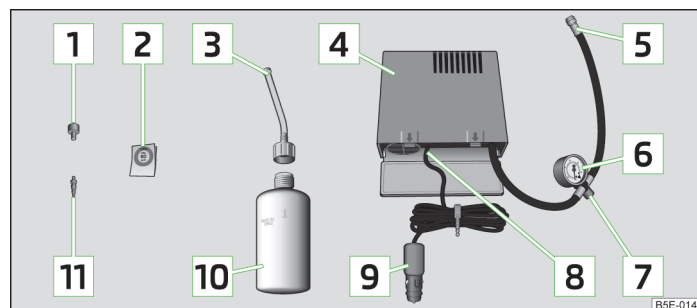

Fig. 202 Componenti del kit per riparazioni
Componenti del kit per riparazioni » fig. 202.
- Incollare l'etichetta  » fig. 202 a pagina 253 sulla plancia, nel campo visivo del conducente.
- Agitare vigorosamente per qualche volta la bombola di riempimento del pneumatico  » fig. 202 a pagina 253.
- Avvitare saldamente sulla valvola il tubo flessibile di gonfiaggio del pneumatico  » fig. 202 a pagina 253 del compressore.